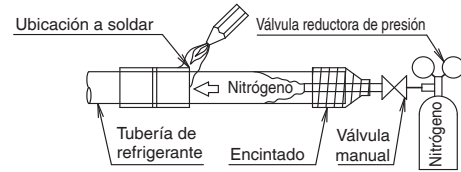

Fig. 8
- Durante la soldadura, asegúrese de realizar la sustitución del nitrógeno y el soplado de nitrógeno. (consulte la Fig. 8)